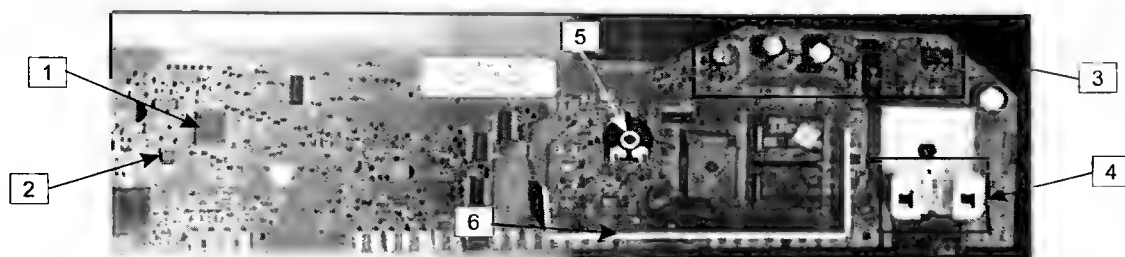
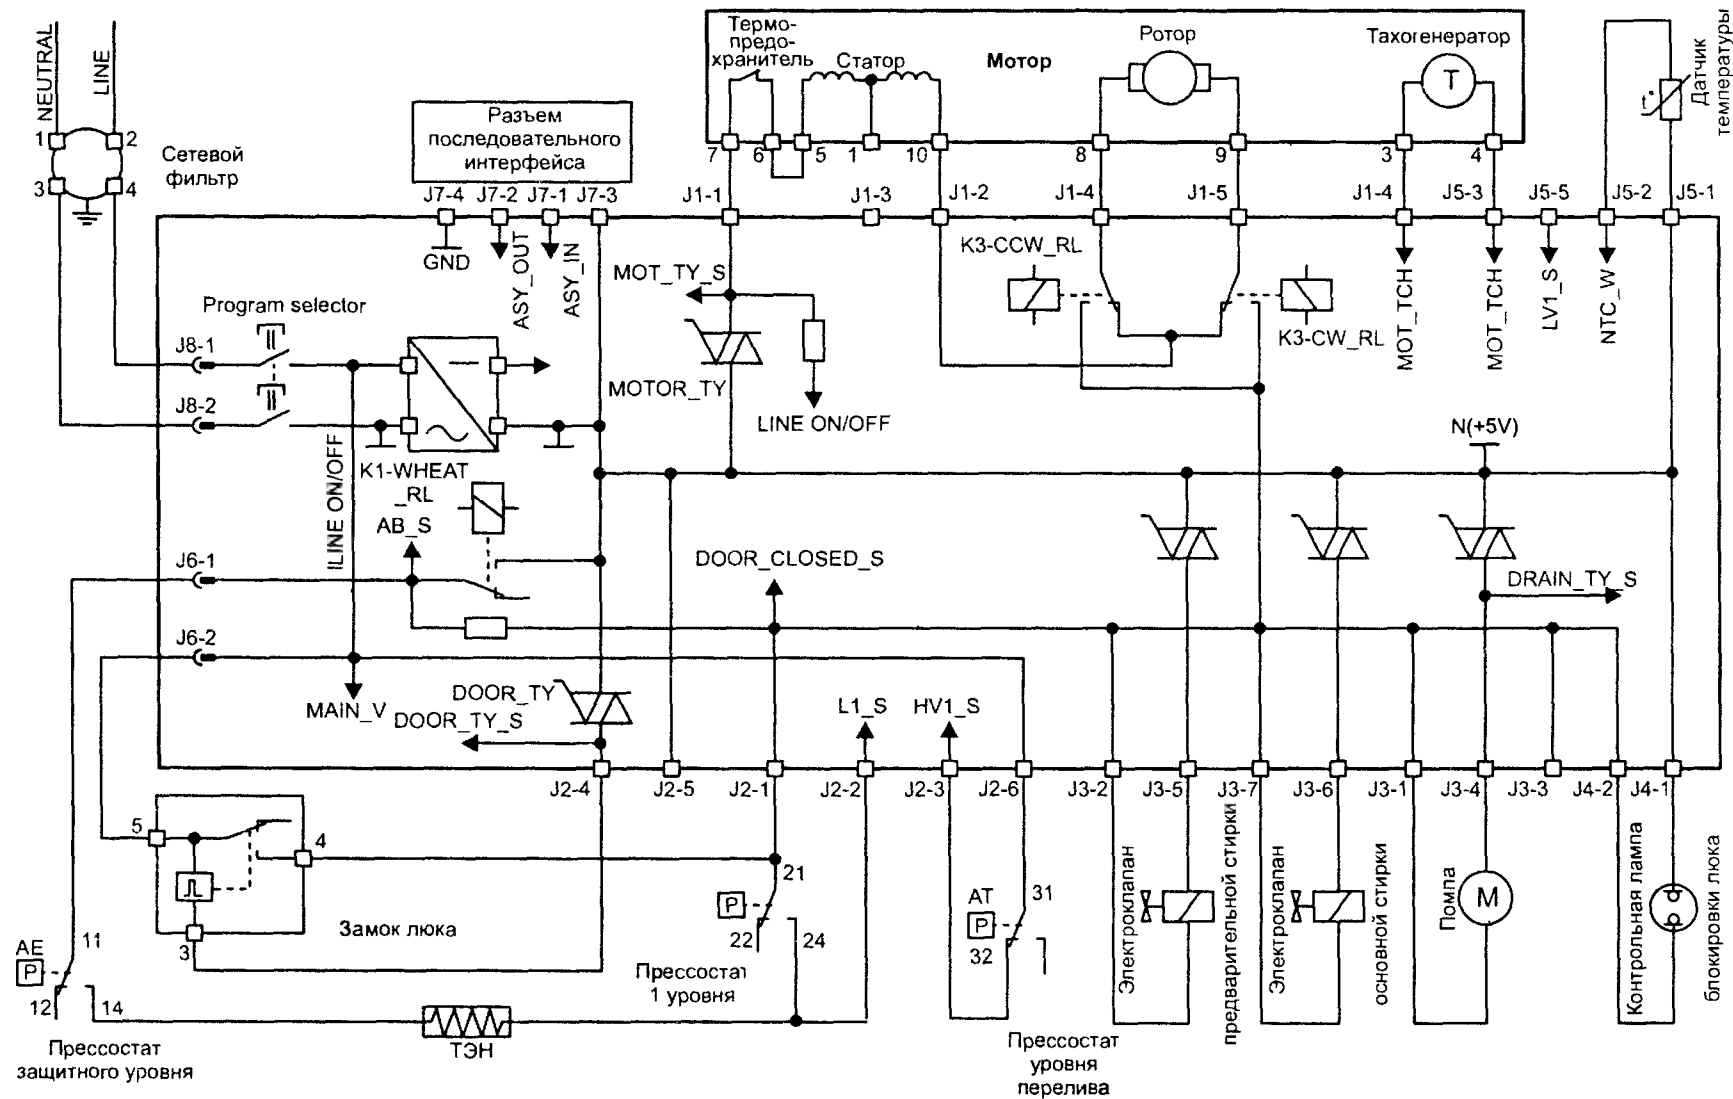
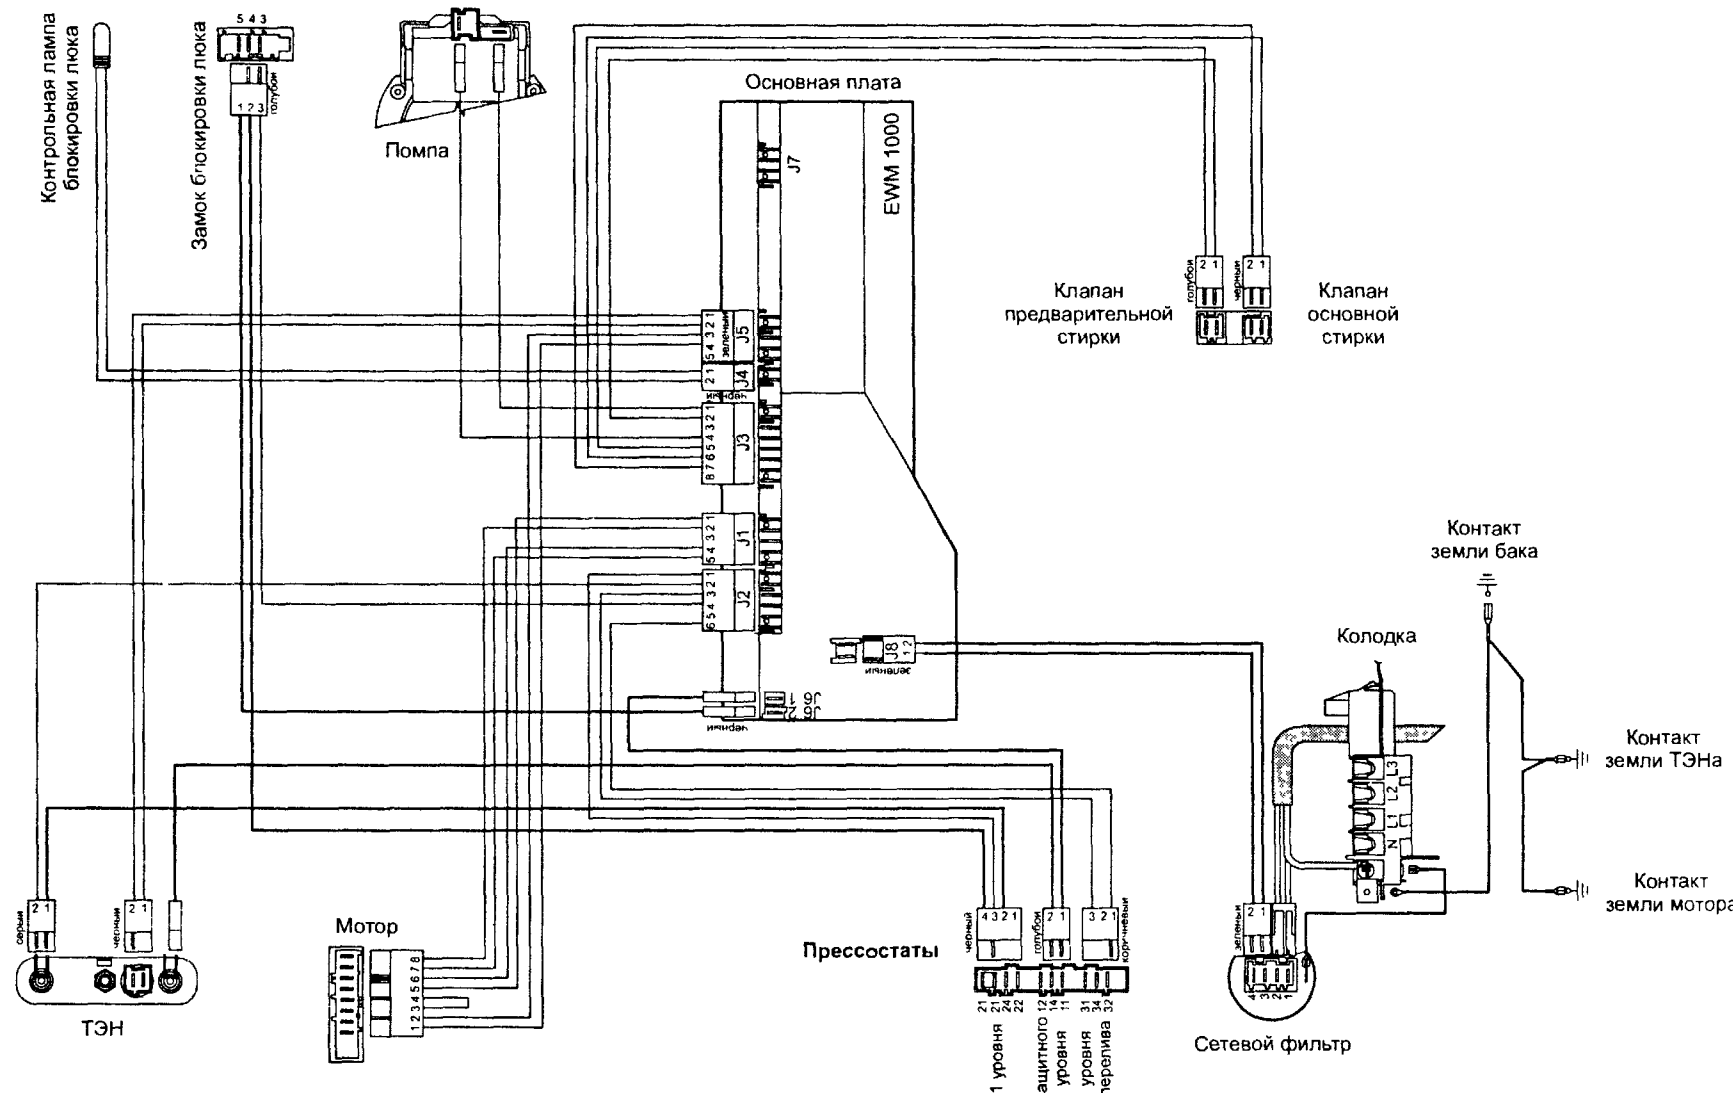

Рис. 5.2.1. Внешний вид модуля EWM 1000
Рис. 5.2.3. Схема подключения контроллера EWM 1000 к узлам СМ
Рис. 5.2.4. Монтажная схема СМ с контроллером EWM 1000
Внешний вид модуля EVM1000 приведен на рис. 5.2.1, его принципиальная электрическая схема — на рис. 5.2.2. Один из вариантов подключения к модулю элементов СМ показан на рис. 5.2.3, а вариант монтажной схемы стиральной машины с этим контроллером — на рис. 5.2.4.
- выбор программ стирки и дополнительных режимов СМ с помощью селектора программ (4 на рис. 5.2.1) и соответствующих функциональных кнопок;
- управление нагревом воды в баке до заданной температуры (исполнительным элементом служит ТЭН, регулирующим — потенциометр на передней панели СМ (5 на рис. 5.2.1), а функцию контроля температуры выполняет датчик температуры NTC);
Перечислим входящие в состав контроллера основные элементы и узлы (см. рис. 5.2.1 и 5.2.2), их назначение и цепи прохождения сигналов.
- **Микропроцессор U4** типа MC68HC08GP16 фирмы MOTOROLA (1 на рис. 5.2.1). Он является основным управляющим компонентом контроллера.
- **Энергонезависимая память U3** типа M24C64 (2 на рис. 5.2.1). Она служит для хранения управляющей программы СМ и различных служебных данных (например, зафиксированных кодов ошибок). Микросхема связана с микроконтроллером U4 по цифровой последовательной шине I²C.
- **Источник питания** (3 на рис. 5.2.1). Он формирует постоянные напряжения 5 В (VCC) и 12 В (VEE) для питания элементов и узлов, входящих в состав контроллера. В состав источника входят: